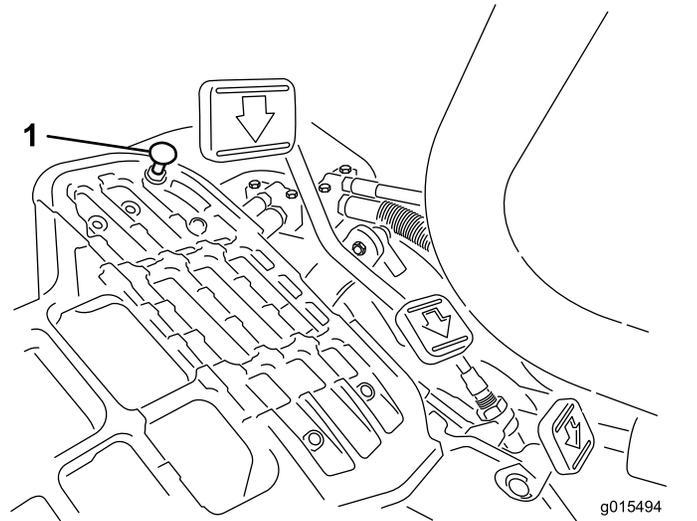

图45
要获得最大行驶速度请将功能控制杆放在行驶位置并踩下驱动踏板。如果在拉线感到张紧力之前踏板接触到限位器 图45 请执行以下调节程序
1. 将功能控制杆放在行驶位置松开将踏板限位器固定至底板上的锁紧螺母 图45。